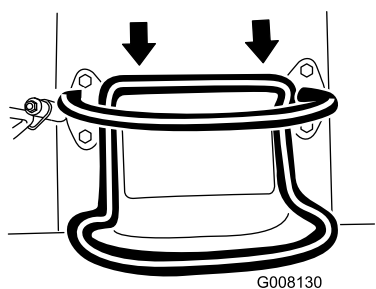

Рисунок 8
- Чтобы начать движение назад, переместите рычаг управления тягой назад (Рисунок 8). **Начиная движение задним ходом, посмотрите назад и убедитесь в отсутствии препятствий, при этом держите обе руки на контрольной штанге.**